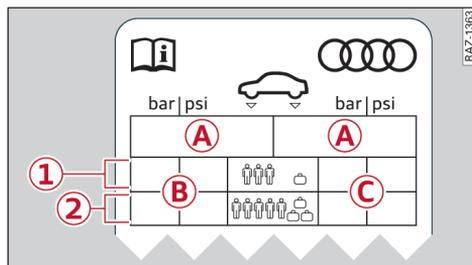

图 126 驾驶员侧 B 立柱：轮胎压力标贴
⇒ 图 126 位于 B 柱上（驾驶员侧）。
- ▶ 根据标贴 ⇒ 图 126 上读取正确的轮胎充气压力。
在车上每次更改轮胎气压（从部分装载改为满载或从满载改为部分装载）或更换车轮后，必须重新存储轮胎压力 ⇨ 第 204 页。轮胎压力监控显示系统只监控您存储的轮胎充气压力。关于车辆轮胎充气压力建议，请参见轮胎充气压力标贴 ⇨ 201 页，图 126。